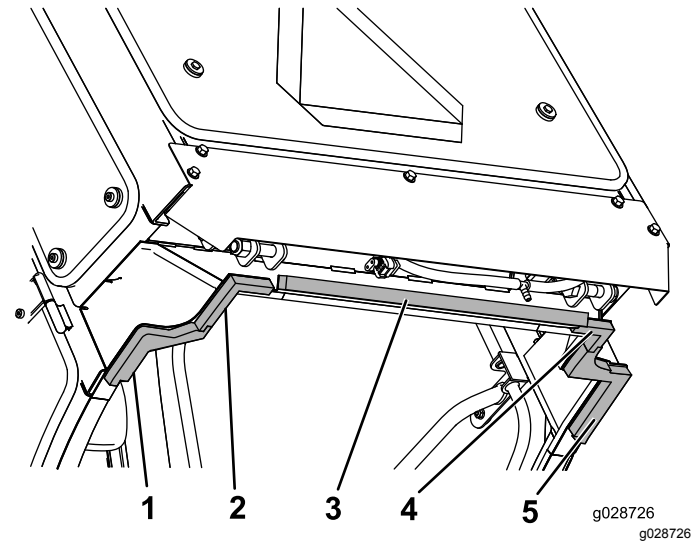

Рисунок 61
1. Приклейте задний уплотнительный элемент из пеноматериала к угловому выступу в задней части кабины, как показано на Рисунок 61.
2. Приклейте левый задний и правый задний уплотнители из пеноматериала к внутренним углам задней нижней кромки рамы кабины, как показано на Рисунок 61.
3. Совместите внутренние кромки левого среднего и правого среднего уплотнителей из пеноматериала с левым задним и правым задним уплотнителями из пеноматериала и соедините вместе выступы (Рисунок 61).